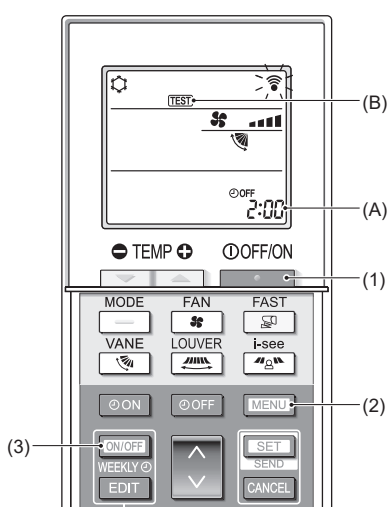

Fig. 7-5
7.2.2. Bruk av trådløs fjernkontroll (Fig. 7-5)
- Trykk på [PÅ/AV]-knappen (1) for å stoppe klimaanlegget.
- Hvis uketidsuret er aktivert (WEEKLY lyser), trykker du på [ON/OFF WEEKLY]-knappen (3) for å deaktivere det (WEEKLY slukkes).
- Trykk på [MENU]-knappen (2) i 5 sekunder.
- Trykk på [MENU]-knappen (2).
- TEST (B) tennes, og enheten går over i testkjøringsmodus.